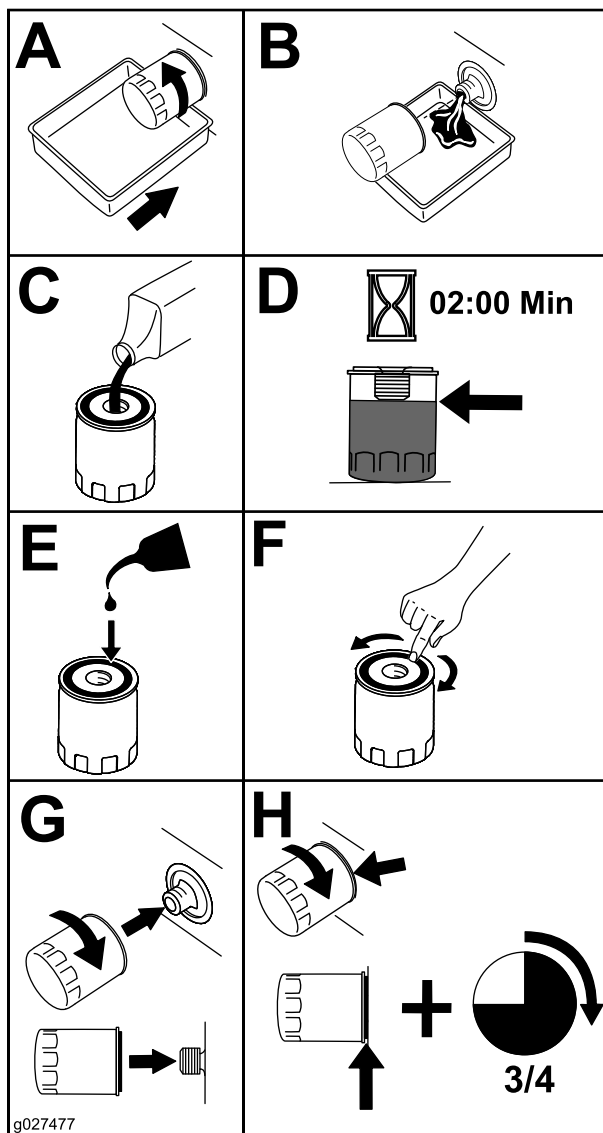

Figura 38
5. Sustituya el filtro de aceite del motor según se muestra en la Figura 38.